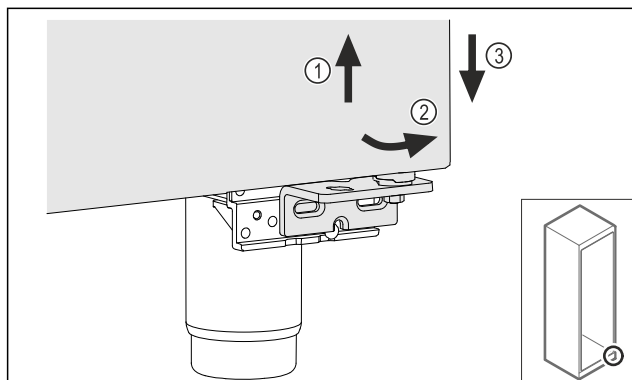

Fig. 27
- Duris šiek tiek kilstelėkite Fig. 27 (1), apačioje paverskite į priekį Fig. 27 (2) ir nuleiskite Fig. 27 (3).